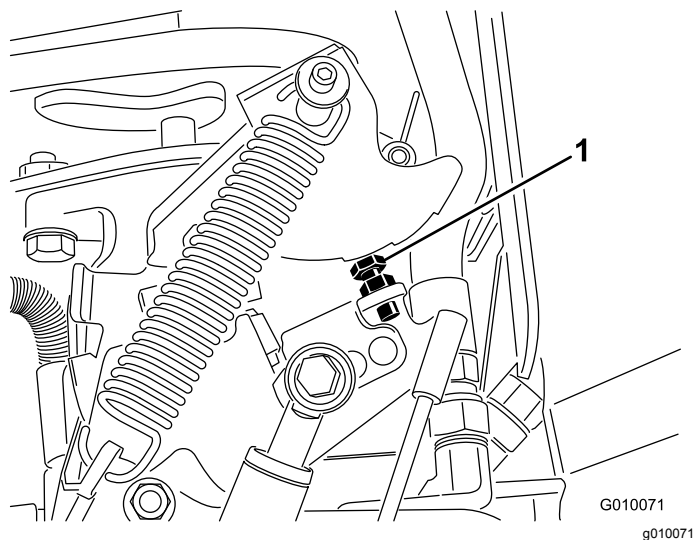

Figura 67
6. Se occorre regolare, girate il bullone di arresto della pompa (Figura 67) più vicino alla piastra di arresto per ridurre la distanza tra i fori, oppure giratelo lontano dalla piastra per aumentare la distanza tra i fori.